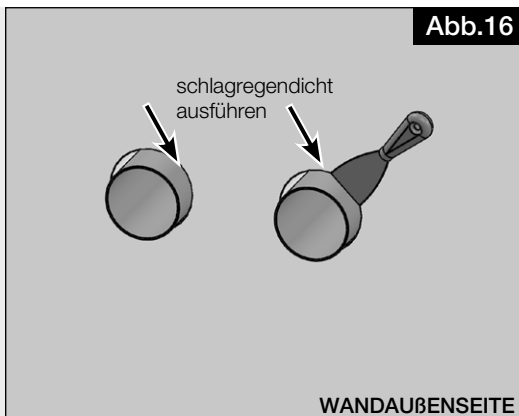

Abb.16
1. Gilt nur bei der Verwendung der Fassadenblende KWL 70 FB... : Den Ringspalt zwischen den Kernlochbohrungen und den Wandeinbauhülsen auf der Wandaußenseite schlagregendicht ausführen (siehe Abb.16).